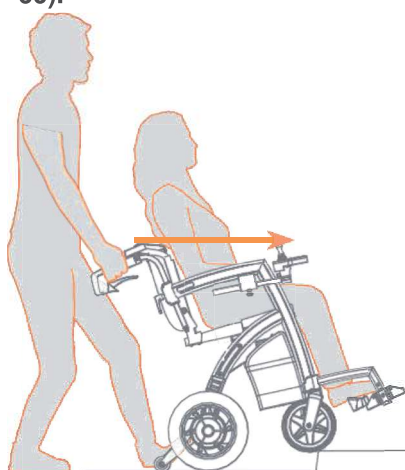

Figura 58: Subiendo un bordillo a una acera.
- b. Tire lentamente de la silla de ruedas hacia atrás para que las ruedas de los dispositivos antivuelco suban al bordillo (**Figura 58**). Dé marcha atrás hasta que todas las ruedas hayan subido al bordillo.
Para subir un bordillo a una acera (**Figura 58**):